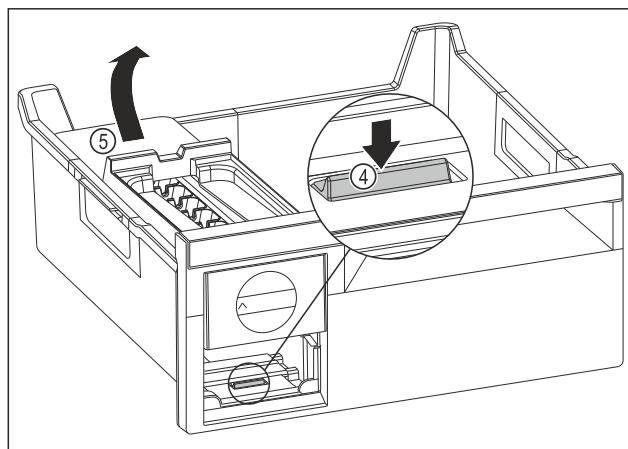

Fig. 91
- Odoberte korpus EasyTwist-Ice: Strmeň Fig. 91 (4) zatlačte prstom nadol a súčasne druhou rukou zdvíhnite zozadu korpus EasyTwist-Ice Fig. 91 (5).